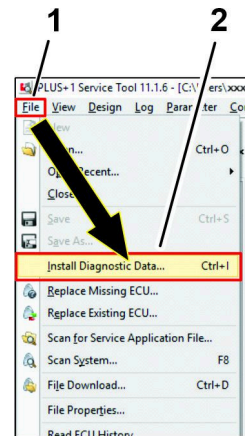

Figure 53
1. Cliquez sur l'icône Fichier et dans la liste déroulante, cliquez sur l'icône Installer les données de diagnostic . . . (Figure 53).